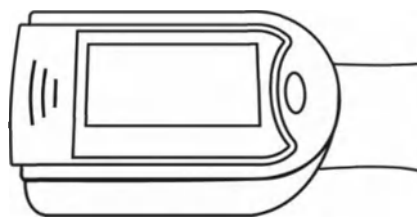

Рис. 4. Размещение пальца при измерении
- Палец должен быть размещен правильно (см. Рис. 4), так как в противном случае возможно получение неточных результатов измерений.